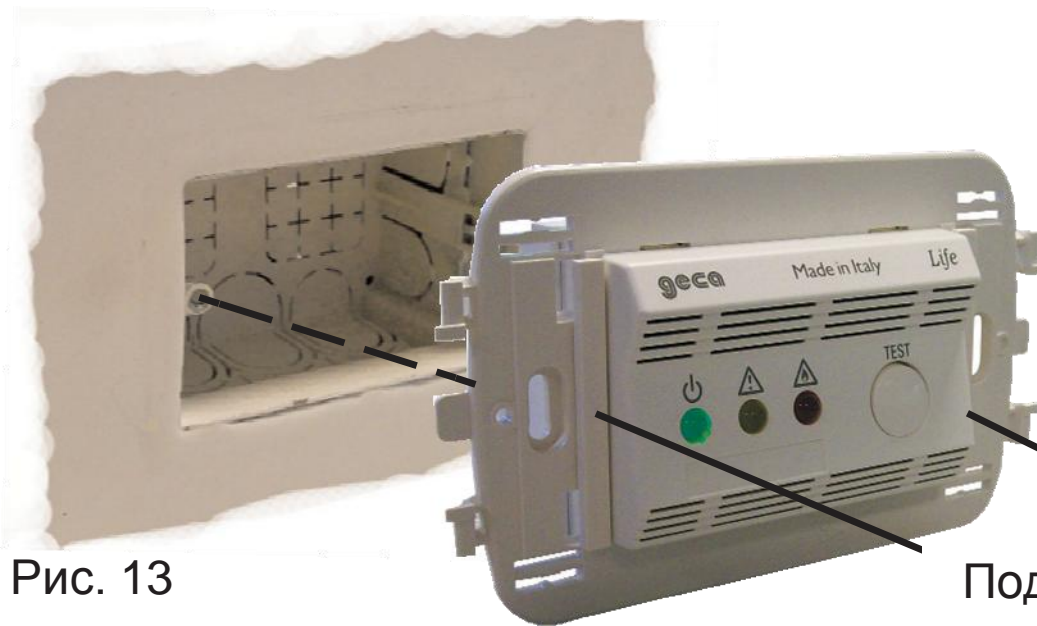

Рис. 13
- 4 Закрепите задний колпак в установочной коробке скрытого монтажа (3-модульный размер) с помощью прилагаемых винтов (рис. 13).
- 4 Fix the "**Basket**" in the flush mounted 3-modules size box by using the screws supplied. Fig. 13.